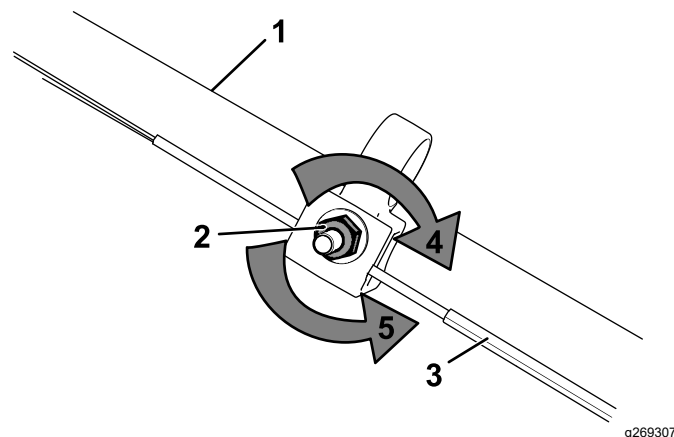

Figura 36
1. Gire la tuerca de ajuste en sentido antihorario para aflojar el ajuste del cable (Figura 36).
2. Ajuste la tensión del cable (Figura 36) tirando del mismo hacia atrás o empujándolo hacia adelante, y sujételo en esa posición.